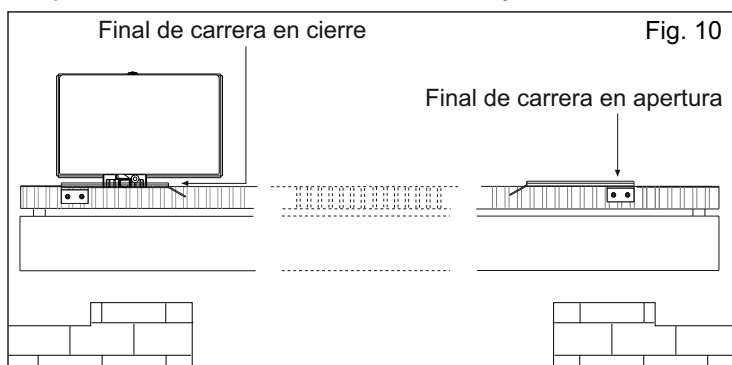

Fig. 10
**6.1.** Para instalar y regular los finales de carrera en apertura, seguir las instrucciones abajo elencadas (Fig. 10):